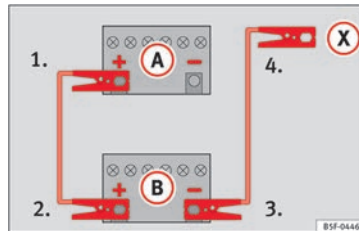

Bild 67 Skiss över anslutning i fordon utan start-/stoppsystem
2. Anslut ena änden av den röda startkabeln till pluspolen (+) på bilen med det urladdade batteriet (A) » » bild 67.
3. Anslut andra änden av den röda startkabeln till pluspolen (+) i bilen med hjälpbatteriet (B).
4. *Fordon utan start-/stoppsystem:* Anslut ena änden av den svarta startkabeln till minuspolen (-) i bilen som ger ström (B) » » bild 67.